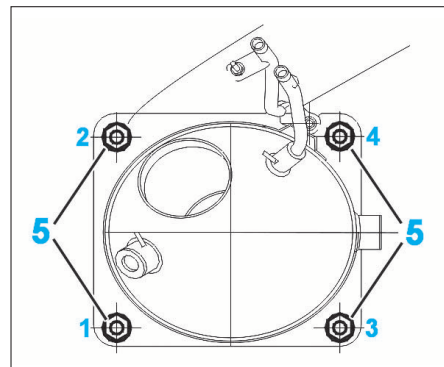

FIG. 45
- mettre en place les vis et écrous (5) sans les serrer.
- serrer les écrous à 3,4 daN.m en respectant l'ordre indiqué : de 1 à 4 (Fig.45).